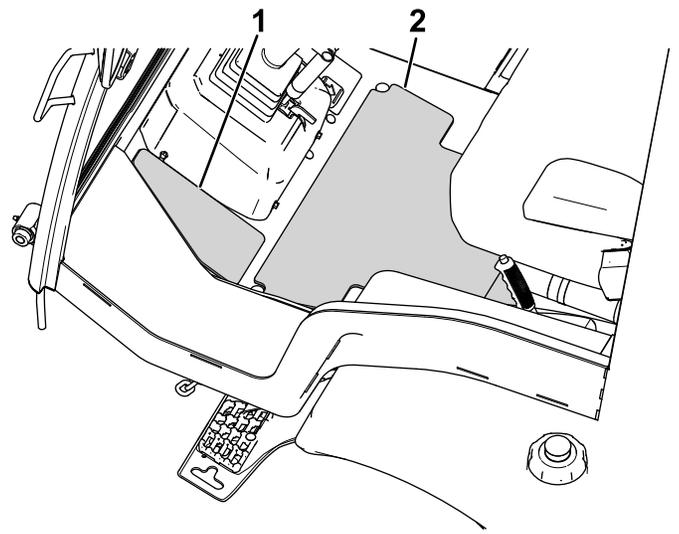

Bild 11
2. Entfernen Sie die Trägerfolie und bringen Sie die mittlere und seitlichen Bodenmatten auf dem Plattformboden an (Bild 11).